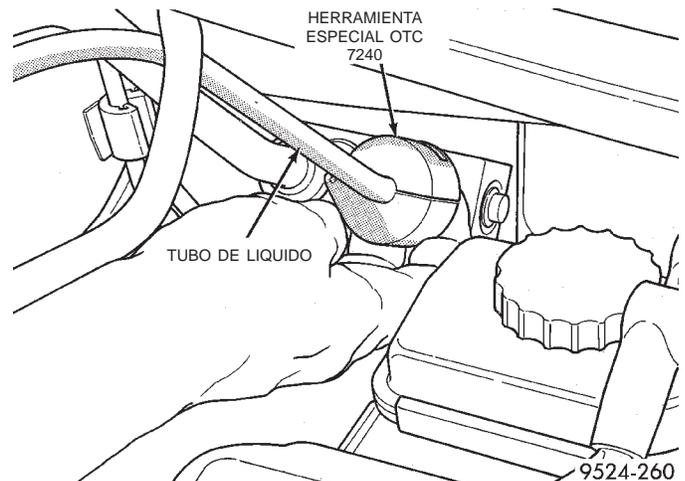
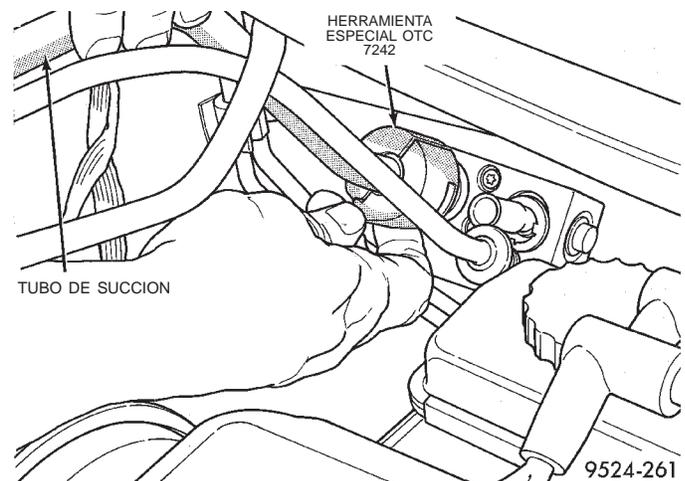

Fig. 46 Herramienta especial 7240 para tubería de líquido
Fig. 47 Herramienta especial 7242 para el tubo de succión
(3) Utilice el juego de herramientas especiales 7193 para desconectar los conectores de conexión rápida de la válvula de expansión (Fig. 46) y (Fig. 47).